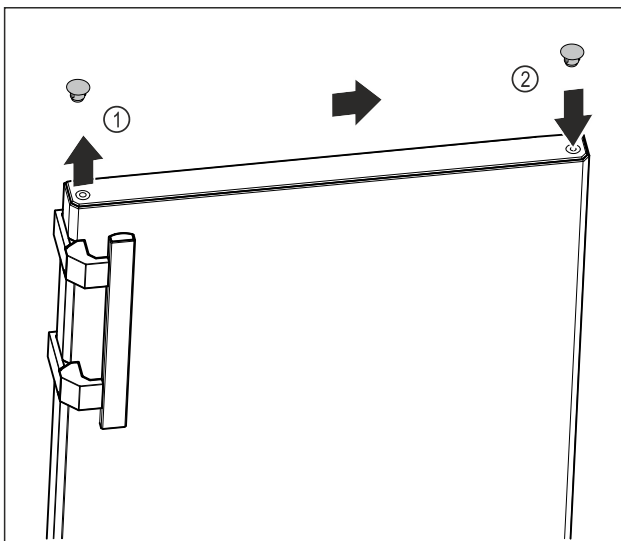

Fig. 17
- Løft dekselpluggen til dørens overside Fig. 17 (1) forsiktig med skrutrekker.
- Sett inn dekselpluggen på motsatt side. Fig. 17 (2)